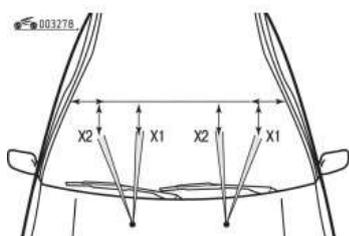

Рисунок 1 Регулировка жиклеров стеклоомывателей ветрового стекла
4. Проверьте нормальную работу стеклоочистителей и стеклоомывателей фар; при необходимости отрегулируйте. Жиклеры стеклоомывателей ветрового стекла регулируются только по высоте, согласно (рисунок 1). Для регулировки следует использовать подходящую по диаметру иглу.